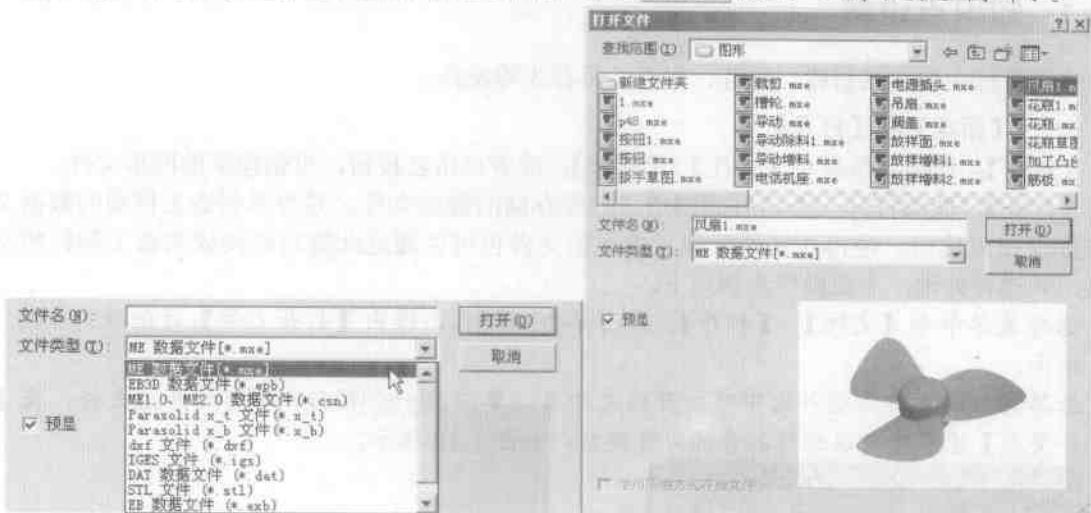

图 1-11 文件打开
1. 选择菜单命令【文件】/【打开】，或者单击标准工具栏中的 $\square$ 按钮，弹出【打开文件】对话框，如图 1-11 右图所示。
2. 选择相应的文件类型并选中要打开的文件名，单击 **打开(O)** 按钮，如图 1-11 左图所示。